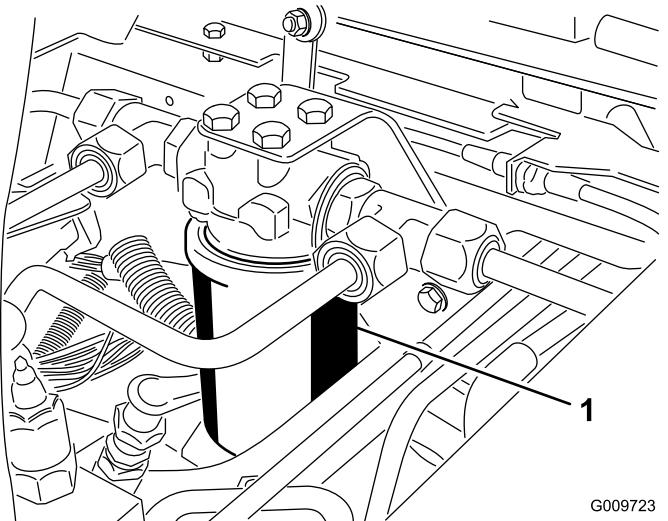
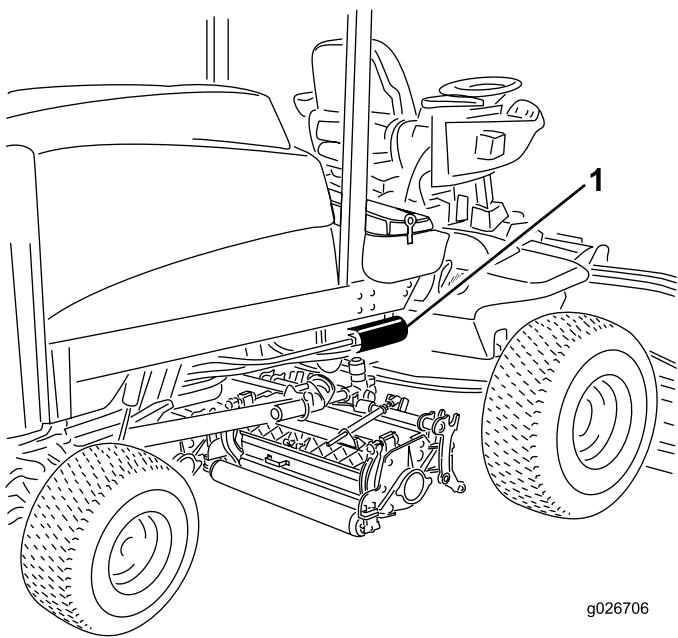

图 78
图 79
3. 在过滤器下面放置一个放油盘并拆下过滤器 图 78 和 图 79。